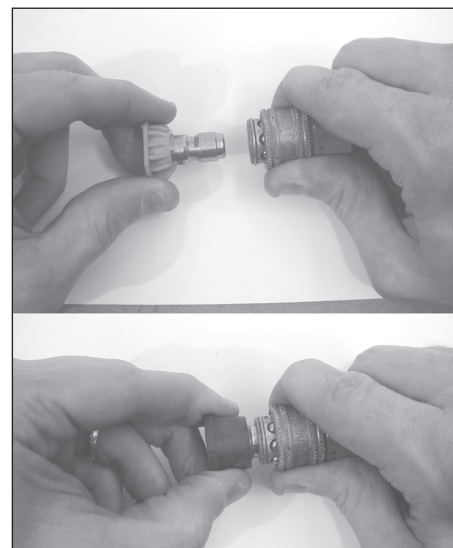

Figura 4 – Boquilla de conexión rápida
6. Instale la boquilla de conexión rápida (Ver Figura 4).